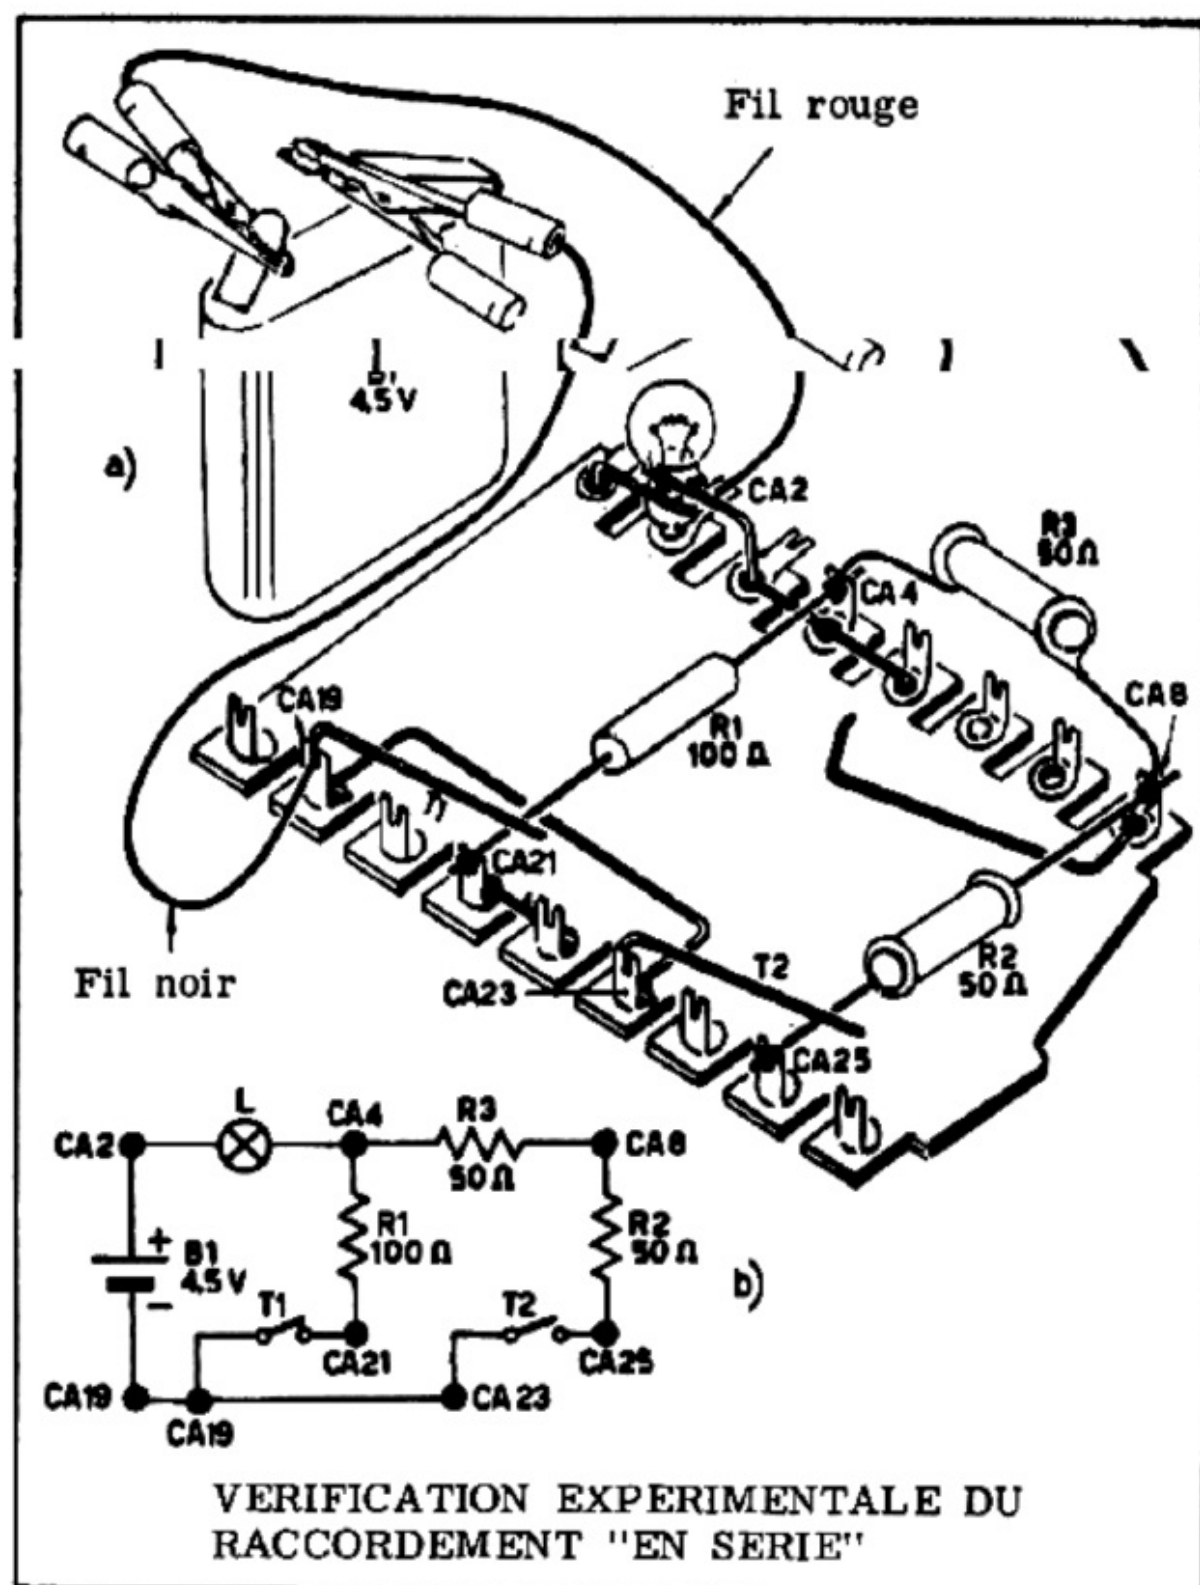

Figure 10
a) Dessoudez de l'oeillet de la cosse CA5 de la plaquette à 34 cosses le fil isolant noir et disposez-le comme indiqué *figure 10 - a* de façon qu'il ne touche pas les pièces qui l'entourent (cosses, connexions de résistances, conducteurs).
La *figure 10 - b* représente le schéma électrique du circuit réalisé.